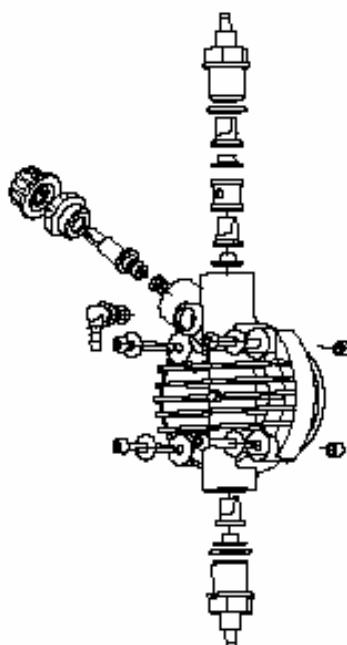

Рис. 10
3. Слить всю дозирующую жидкость из головки насоса. Это можно проделать, отсоединив насос от системы и перевернув его вверх ногами на 15-30 секунд не подсоединяя шланги к ниппелям: если это невозможно проделать, снимите головку, открутив 4 крепежных винта. (Рис. 10)
- Концентрацию реагента в трубопроводе: снижение концентрации может быть вызвано износом клапанов, в случае чего их необходимо заменить (рис. 10) или засором фильтра, который необходимо промыть, как описано ниже в п. 3